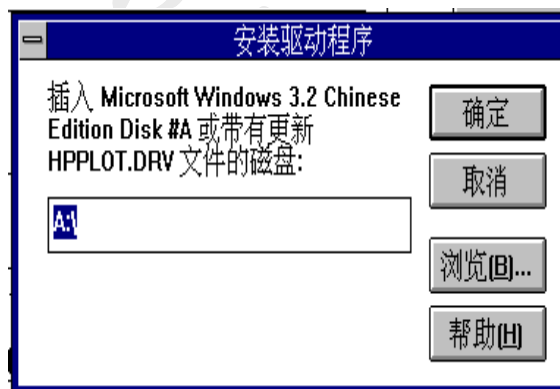

图 6-19 安装打印机（4）
4) 选择“安装”，系统提示插入带有驱动程序的磁盘，如图 6-19 所示。